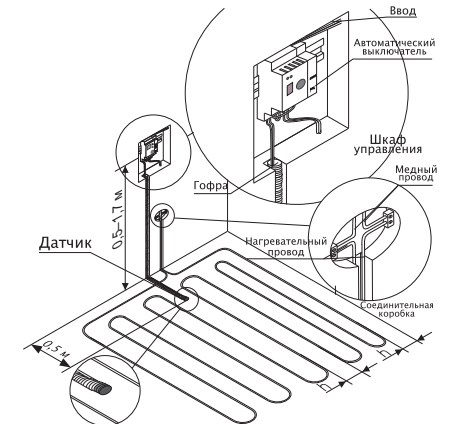

Рисунок 1. Монтаж терморегулятора и системы теплый пол
- выполнить соединения согласно данного паспорта (рис. 1).